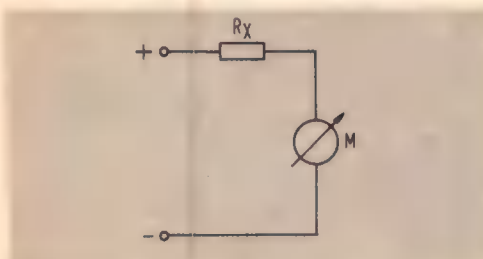

Fig. 2. Omdat de meters werken met stroom is meestal een voorschakelweerstand Rx noodzakelijk.
- indicatie. Over het algemeen zijn analoge VU-meters uiterst gevoelig en moeten zorgvuldig worden behandeld. Om relatief weinig energie te hoeven verbruiken, hebben vrijwel alle analoge VU-meters een grote gevoeligheid, d.w.z. dat deze meters slechts een geringe stroom voeren en weinig spanning nodig hebben. Alle praktische meters liggen, wat de stroom betreft, onder 1mA bij volle uitslag en hebben minder dan 1V nodig. Over het algemeen drukken we de gevoeligheid van een analoge VU-meter uit in de stroom, waarbij wordt aangenomen dat de spanning over de meter erg klein is. Zo is een meter van bijvoorbeeld 200 μ A of 500 μ A erg gangbaar. Bij deze stromen wijst de naald 100% (volle schaal) aan. Omdat over het algemeen de elektronische schakeling die de meter stuurt met relatief vrij grote amplituden werkt, zal voor de eigenlijke meter altijd een voorschakelweerstand worden geplaatst. Deze is in fig. 2 gegeven als Rx. Vanwege de
geringe spanning die de meter over zijn aansluitpunten hoeft te hebben is het ondoenlijk deze direct aan te sturen. Een uitzondering hierop betreft schakelingen waarbij gebruik wordt gemaakt van zogenaamde stroomsturingen, maar die zijn hier niet aan de orde. In feite ontstaat in fig. 2 ook een soort stroomsturing omdat de spanning over de meter verwaarloosbaar klein is t.o.v. de spanning over Rx.